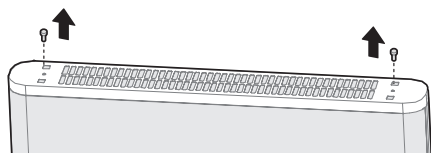

Figure 1
1. Conformément à la Figure 1, tournez le corps vers le bas, la partie inférieure vers le haut, et retirez les vis latérales.